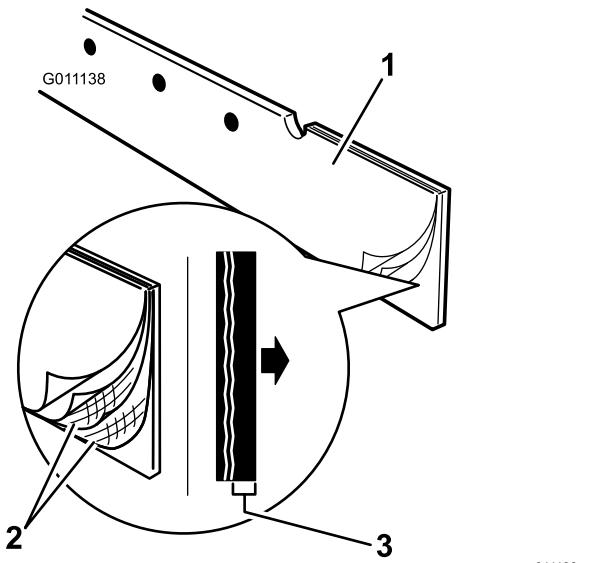

Figura 4
6. Coloque la rasqueta con el borde de goma hacia adelante y la sección que está reforzada con fibra hacia atrás (Figura 4).